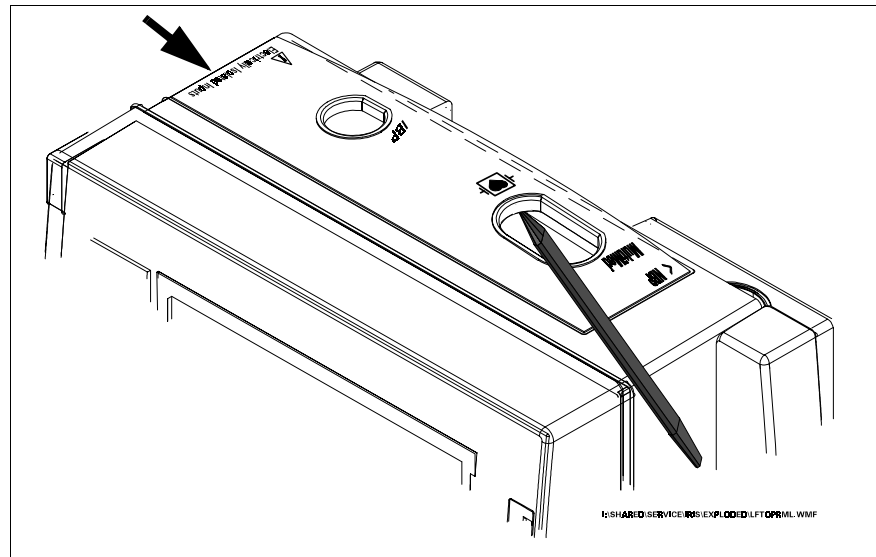
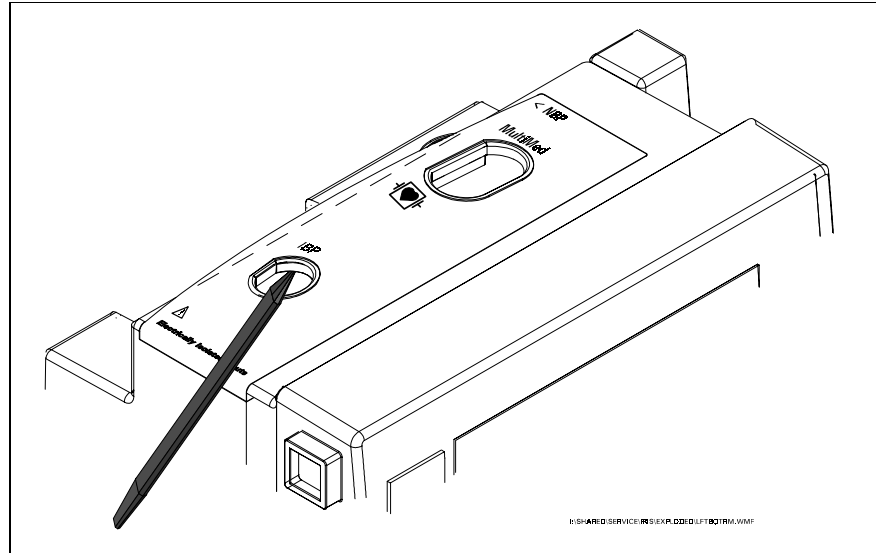

Abbildung 3-5 Abnehmen der linken Seitenplatte - Alternative A
Abbildung 3-6 Abnehmen der linken Seitenplatte - Alternative B
- 2) Führen Sie vorsichtig in einem flachen Winkel, wie in den Abbildungen dargestellt, das Werkzeug zur Entfernung der Seitenplatte entweder in die MultiMed-Buchse (siehe Abbildung 3-5) oder die IBP-Buchse (siehe Abbildung 3-6). Hebeln Sie die Seitenplatte an der Seite mit dem Werkzeug ungefähr 1/8" (3mm) heraus.
- 3) Wenn Sie die MultiMed-Buchse verwenden (Alternative A), üben Sie in Pfeilrichtung, wie in Abbildung 3-5 dargestellt, Druck auf die Unterseite der Seitenplatte aus, um der Kraft des Werkzeugs in der Buchsenöffnung entgegenzuwirken.